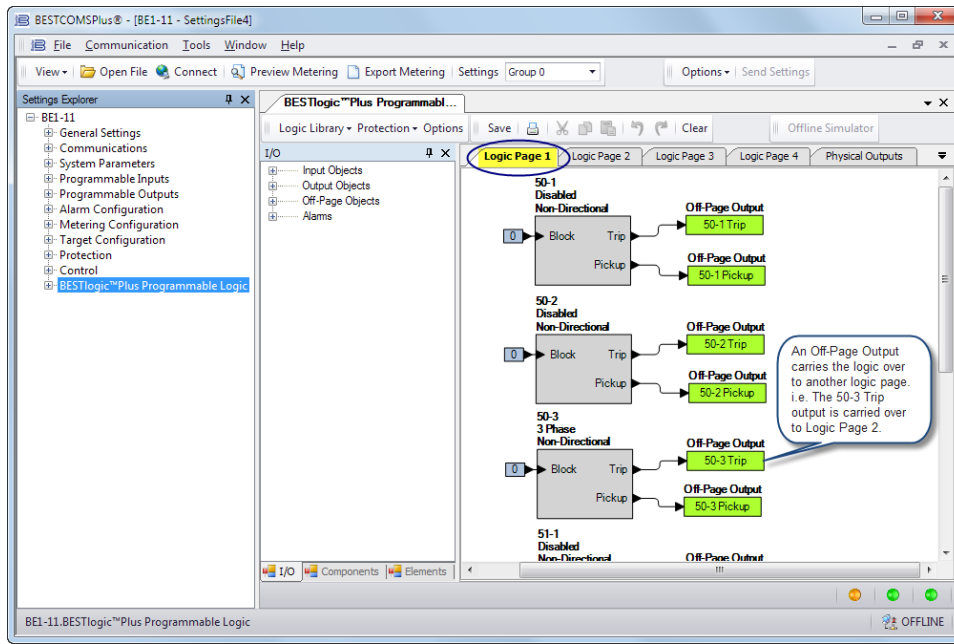

Figure 12. Page logique 1 BESTlogicPlus
Step 9: Dans l'Explorateur des paramètres (Settings Explorer), cliquez sur Logique programmable BESTlogicPlus pour ouvrir le diagramme logique. Cliquez sur l'onglet Page logique 1 (Logic Page 1). Reportez-vous à la Figure 12. Vérifier l'élément 50-3. La logique 0 connectée à l'entrée Blocage (Block) indique que l'élément 50-3 n'est jamais bloqué.